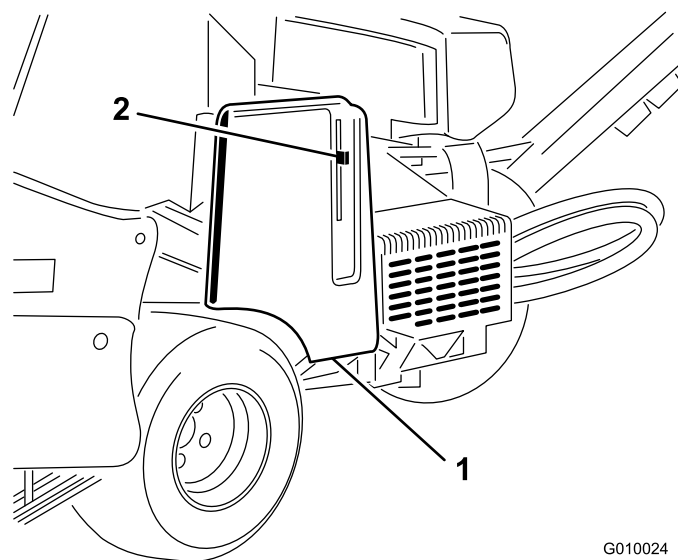
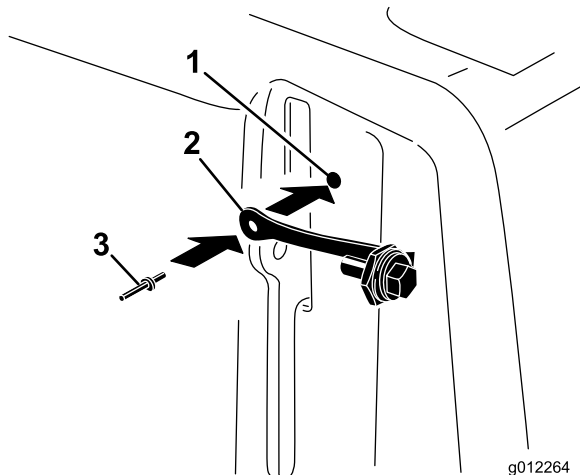

Bild 9
Bild 10
1. Ermitteln Sie das Loch in der Riemenabdeckung neben der Hebelklinke (Bild 9 und Bild 10).
2. Befestigen Sie den Splint mit einer Blindniete im Loch in der Riemenabdeckung (Bild 10).